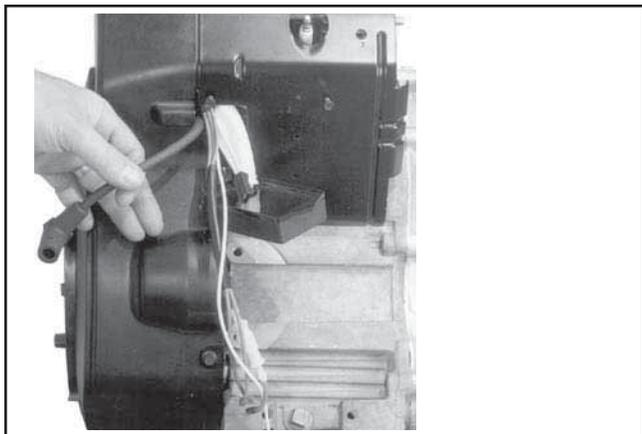

Figure 11-63. Introduction du câblage et des câbles.
- Placer les déflecteurs externes et commencer à visser les vis de montage. Les deux vis M6 doivent être placées dans la partie arrière des cylindres. Les vis M5 courtes sont à mettre dans les trous inférieurs les plus proches du carter de protection du ventilateur. La vis courte sur le côté du filtre à huile est également utilisée pour monter le clip du câblage. S'assurer que les câbles ou câblages sont passés dans les logements et encoches destinés à cet effet afin qu'ils ne risquent pas d'être coincés entre le carter de protection du ventilateur et les déflecteurs. Voir la Figure 11-63.